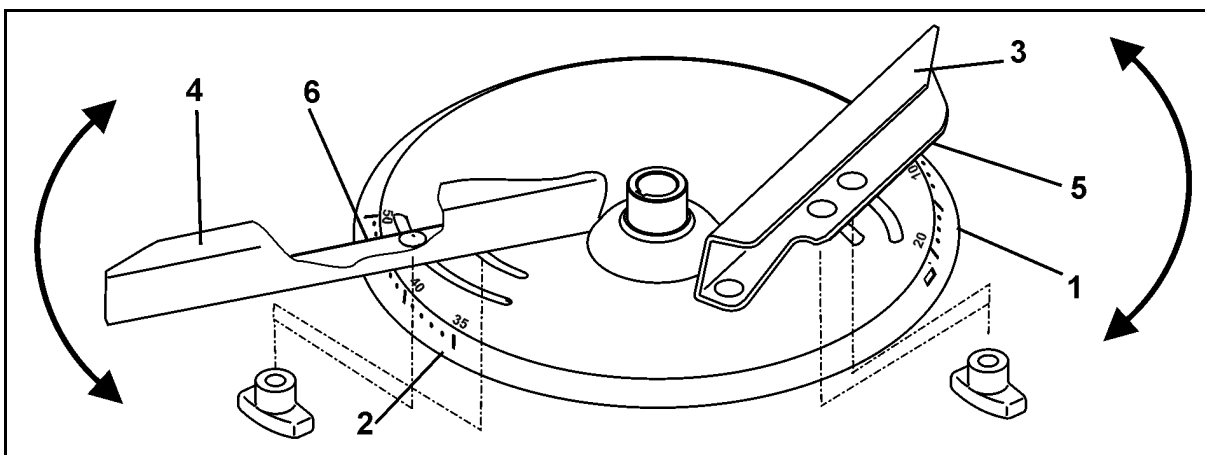

Bild 55
För en exakt, verktygslös inställning av de enskilda spridarskovelinställningarna finns det på varje spridarskovel två helt olika skalor (Bild 55/1 och Bild 55/2).
- Den kortaste spridarskoveln (Bild 55/3) är för skalan (Bild 55/1) med värden från 5 till 28 och den längre spridarskoveln (Bild 55/4) för skalan (Bild 55/2) med värden från 35 till 55.
- För den korta spridarskoveln (Bild 55/3), läs av inställningsvärdet på avläsningskanten (Bild 55/5).
- För den långa spridarskoveln (Bild 55/4), läs av inställningsvärdet på avläsningskanten (Bild 55/6).
- Att svänga spridarskoveln till ett högre talvärde på skalan (Bild 55/1 resp. Bild 55/2) ger en ökning av arbetsbredden.